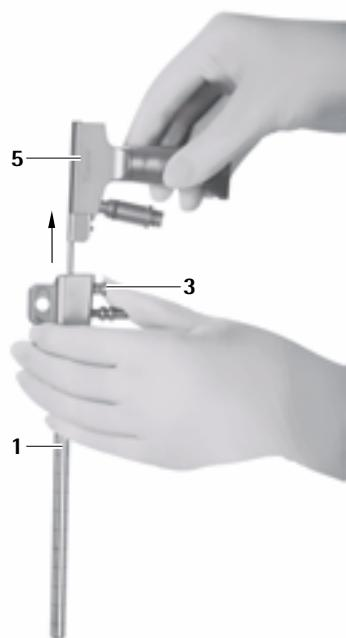

Rys. 6
- Odłączyć kamerę i światłowód od endoskopu 5, patrz Rys. 6 i patrz Rys. 7.